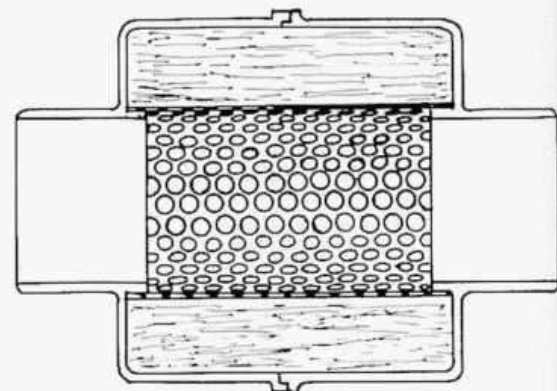

Bild 36 Schnitt durch den Schalldämpfer im Verbindungsschlauch zwischen Luftfilter und Vergaser
- Deckel des Luftfiltergehäuses lösen (Kapitel 6.3.1). Schlauchstücke der Luftleitung von den Rohrstutzen abziehen, ebenso den Entlüftungsschlauch vom Öleinfüllstutzen. Im Verbindungsschlauch zwischen Luftfilter und Vergaser befindet sich ein Gehäuse mit Schalldämpfer, wie in Bild 36 gezeigt.